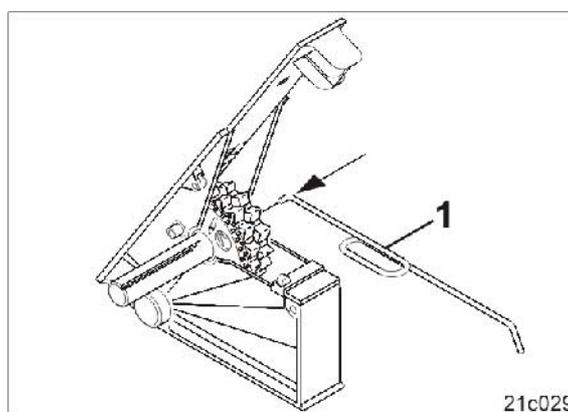

Fig. 120
2. Presionar el pasador con la llave suministrada (Fig. 120/1) contra la rueda sembradora fina.